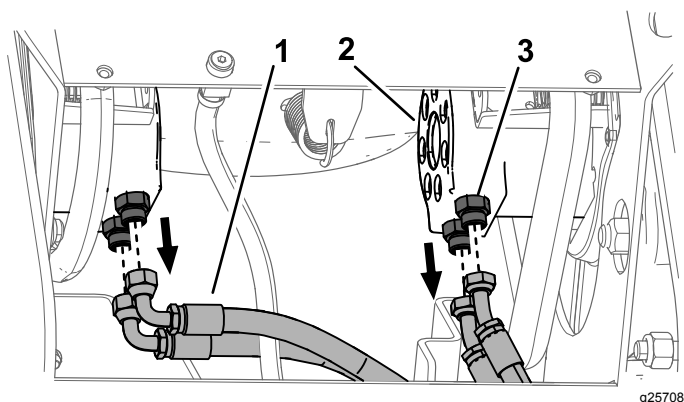

Figura 4
1. Coloque unos trapos o un envase bajo los puertos hidráulicos de los motores de las orugas para recoger cualquier fluido que caiga al realizar este procedimiento (Figura 4).